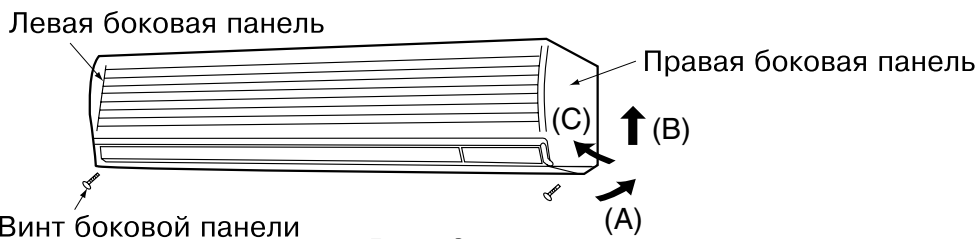

Рис. 6
- Вывинтите винты в боковой панели и вытяните боковую панель наружу (A). Далее толчковым усилием вверх (B) переместите панель в направлении лицевой части блока (C). (Относится в равной мере и к левой, и к правой сторонам) **(См. рис. 6 и 7)**